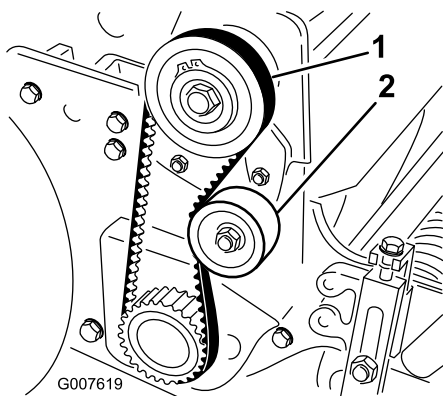

図 36
2. プーリ間の中央部で 図 36、18-22 N(2.3-2.7 kg)程度の力でベルトを指で押して張りを点検する。ベルトのたわみが 6mm あれば適正とする。
- A. アイドラプーリ固定ナットをゆるめ、プーリを右に倒してベルトの背に押しつけて、適当な張りを出す 図 36。